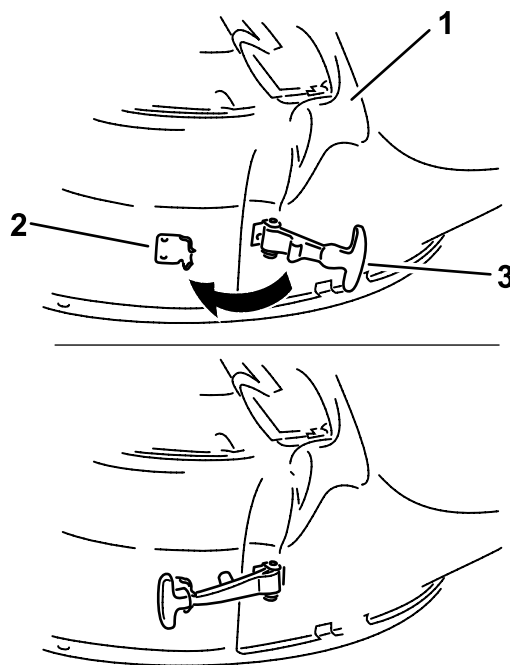

Figura 17
- Enganche el cierre flexible del conducto en el soporte de retención soldado a la carcasa del cortacésped (Figura 17).